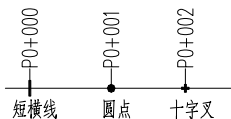

图 6-53 点符号
- “点符号”选项：系统提供了三种符号样式以供标注，分别是短横线、圆点、十字叉。单击选项文本框，在弹出的下拉列表中选择标注符号，各类点符号的绘制结果如图 6-53 所示。